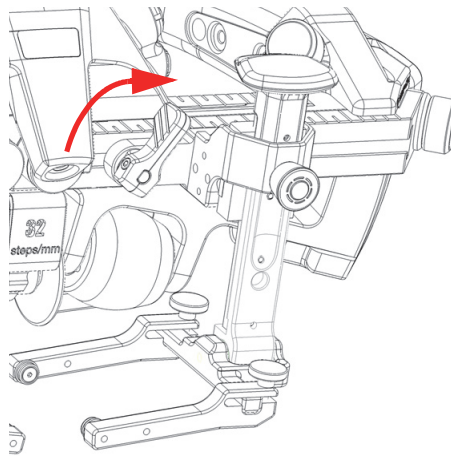

Figura 2-11 Palanca de posicionamiento bloqueada
3. Gire la palanca de posicionamiento en sentido horario para bloquear el soporte de sonda en su lugar (ver Figura 2-11 en la página 48).